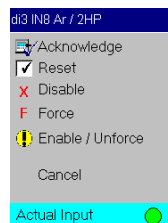

Figure 22: Pop-up capteur bouteille d'Ar
- Une fenêtre pop-up s'ouvre (Figure 22)